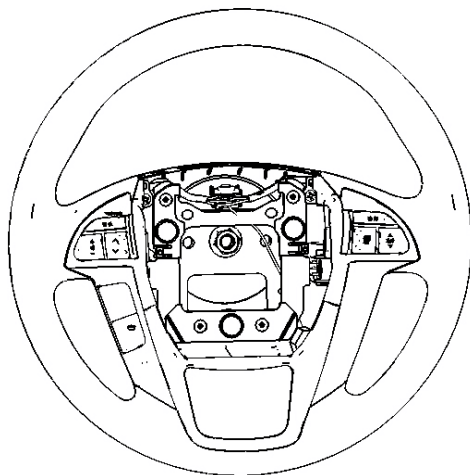

图 5.3 转向盘固定螺母
#### ② 使用 18#套筒拆下转向盘固定螺母, 如图 5.3 所示。